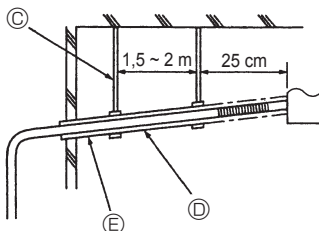

Fig. 8-2
- (4) Βεβαιωθείτε ότι η κατωφέρης κλίση του σωλήνα αποστράγγισης είναι μεγαλύτερη από 1/100. (Fig. 8-2)